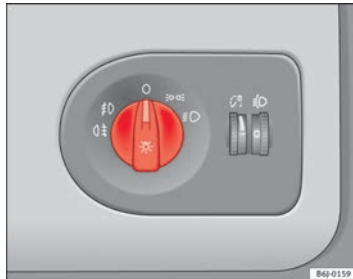

Abb. 53 Ausschnitt aus der Instrumententafel: Schalter für Licht, Nebelscheinwerfer und Nebelschlussleuchte
- Drehen Sie den Lichtschalter ⇒ Abb. 53 in Stellung ☀️.